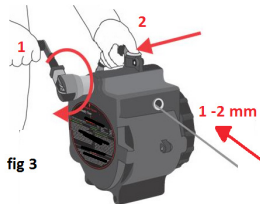

fig 3
Aby zdemontować linkę bezpieczeństwa, rozwinąć korbę regulacji naciągnięcia (4), obrócić ją (4) (patrz rysunek 3) zgodnie z ruchem wskazówek zegara o kilka stopni (15-20°) do momentu, aż linka wsunie się na 1 do 2 mm w obudowę, następnie nacisnąć przycisk (3); linka automatycznie się rozluźni. Zwinąć korbę regulacji naciągnięcia. Odłączyć karabinek od strony wskaźnika naciągnięcia (1b) i zwinąć linkę przy użyciu zwijacza korbowego (5). W trakcie zwijania linki usłyszysz „klik-klik-klik”. Jeżeli ten dźwięk nie jest słyszalny, produkt nie może być używany i należy go przekazać do sprawdzenia kompetentnej osobie. Jeżeli linka jest całkowicie zwinięta, należy odłączyć drugi karabinek (1a). Linka bezpieczeństwa jest zwinięta i gotowa do ponownego użytku w tym samym lub innym miejscu!